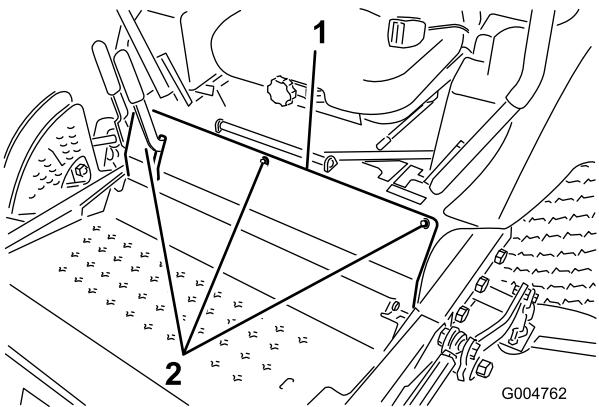

Figura 62
3. Retire os parafusos que fixam o painel dianteiro e retire o painel (Figura 62).